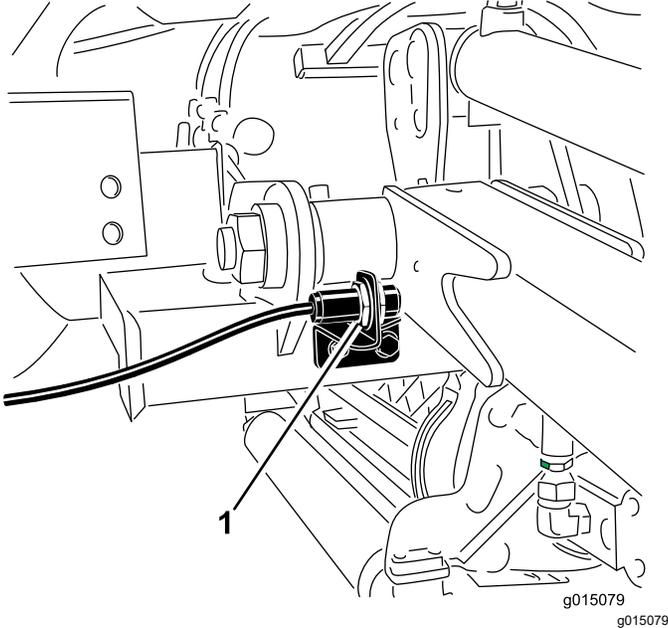

Figura 72
2. El interruptor del brazo de elevación está situado detrás del brazo de elevación delantero derecho (Figura 72).
3. Afloje los tornillos de montaje del interruptor (Figura 72) y mueva el interruptor hacia arriba para aumentar la altura de giro del brazo de elevación, o hacia abajo para reducir la altura de giro del brazo de elevación.